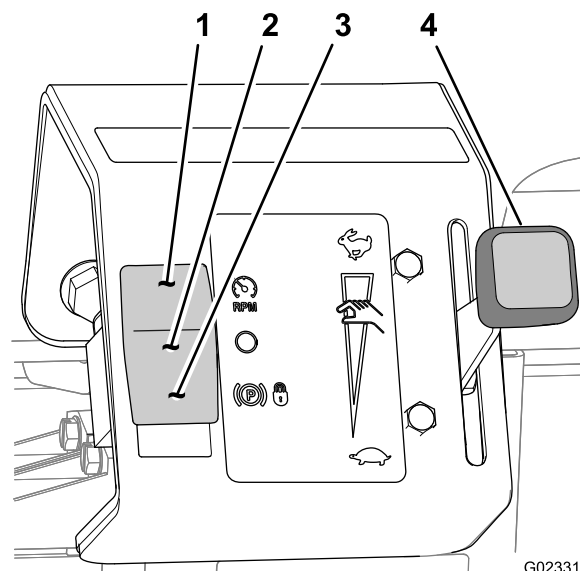

図 31
ハンドスロットルは、モードスイッチと組み合わせて使い、エンジン速度の調整およびエンジン速度を固定するのに使用します 図 31。
モードスイッチ 図 31 は、以下の操作にハンドスロットルを使用するときに使います
2. ハンドスロットルを SLOW 位置に動かす 図 31。
3. モードスイッチを上走行速度リミット位置にセットする 図 31。
6. ハンドスロットルを FAST 方向に動かして 図 31、希望する速度を出す。
3. モードスイッチを上OFF位置にセットする 図 31。
3. モードスイッチを下スロットルロック位置にセットする 図 31。
4. 必要なエンジン速度に合わせてハンドスロットルを適当な位置にセットする 図 31。
6. ハンドスロットルを SLOW 位置に動かす 図 31。
7. モードスイッチを上OFF位置にセットする 図 31。